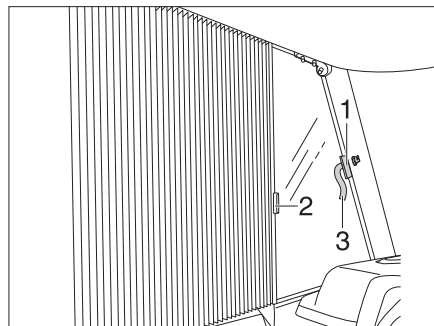

Fig. 77 Estor plegable de la ventana del conductor y la ventana del acompañante
- Abrir el cierre de velcro de cada lado de los lazos de seguridad (Fig. 77,3).
- Sujetar el estor plegable de los tiradores (Fig. 77,1 y 2) de manera consecutiva y empujarlos cuidadosamente, hasta que el cierre magnético mantenga cerrado el estor plegable.
- Regresar cuidadosamente los estores plegables con los tiradores (Fig. 77,1 y 2).
- Asegurar el estor plegable con el cierre de velcro del lazo de seguridad (Fig. 77,3).